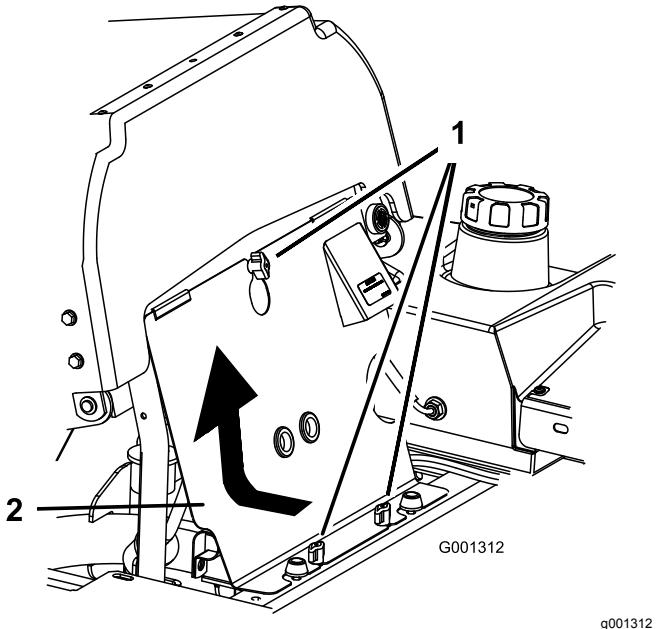

Figura 67
- Incline o banco para a frente e retire o painel dianteiro do motor (Figura 67).